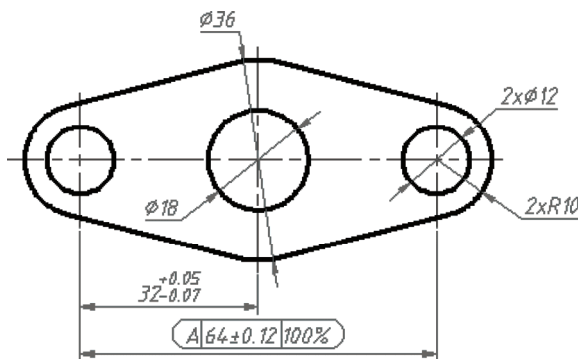

图 8-87 绘制和标注图形
- (1) 尺寸标注的组成要素包括哪些？
- (2) 如何创建标注样式？可以自行上机操练，以设置一种自定义的标注样式。
- (3) 什么是坐标标注？如何创建坐标标注？
- (4) 在什么情况下使用快速标注，标注效率较高？
- (5) 什么是多重引线？在什么情况下可以使用多重引线标注？
- (6) 如何为选定尺寸标注尺寸公差？
- (7) 如何创建带有指引线的形位公差？
- (8) 什么是检验标注？如何创建检验标注？
- (9) 上机练习：分别绘制和标注图 8-87 所示的图形。